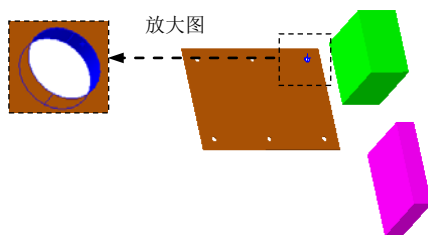

图 17.3.16 定义参考实体
Step2. 定义基准轴的创建类型。在“基准轴”对话框的 选择(S) 区域中单击 圆柱/圆锥面(C) 按钮。
Step3. 定义基准轴的参考实体。选取图 17.3.16 所示的圆柱面为基准轴的参考实体。